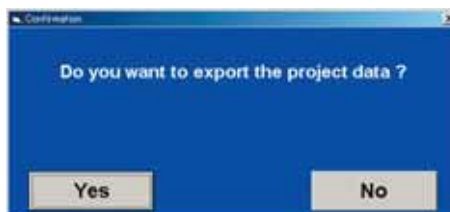

Рис. 4.1.7
8 После выбора проекта из перечня и нажатия на кнопку "Экспорт проекта" (Export project) (8) откроется окно подтверждения. (рис. 4.1.7) При нажатии на кнопку "Да" (Yes) информация по выбранному проекту будет сохранена в папке, заданной пользователем. (см. 2-1-3 3).